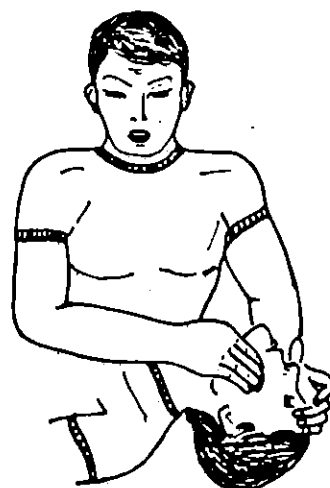

Fig. 1
2. — Renverser en arrière et au maximum la tête de la victime pour la placer en hyperextension (voir fig. 1). La maintenir dans cette position en appuyant d'une main sur le front de la victime et en soulevant de l'autre main son menton vers le haut. De cette façon, la langue de la victime ne bloquera pas sa gorge et l'air pourra passer librement dans les voies respiratoires. On peut encore obtenir ce résultat en plaçant la deuxième main sous le cou et en soulevant assez fortement vers le haut.